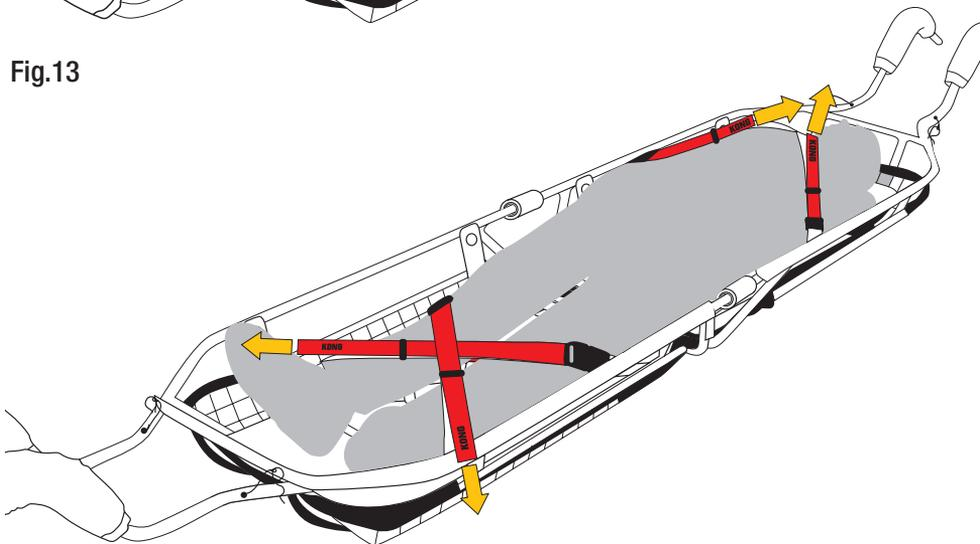

Fig.14
b) adagiare il paziente nella barella, agganciare le fibbie e tensionare le fettucce fino a bloccarlo (fig. 14).